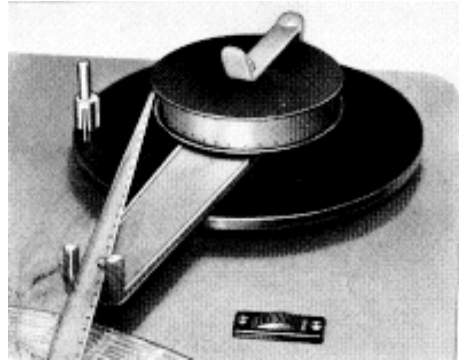

Abb. 13
Die Kameraspule muß so auf der Schablone liegen, daß sie sich beim Einspulen in den Spiraleinsatz nach links dreht (Abb. 13).
4. Ziehen Sie den Film mit der **Schichtseite nach unten** in schräger Stellung unter dem Führungsstift der Schablone hindurch (Abb. 13)